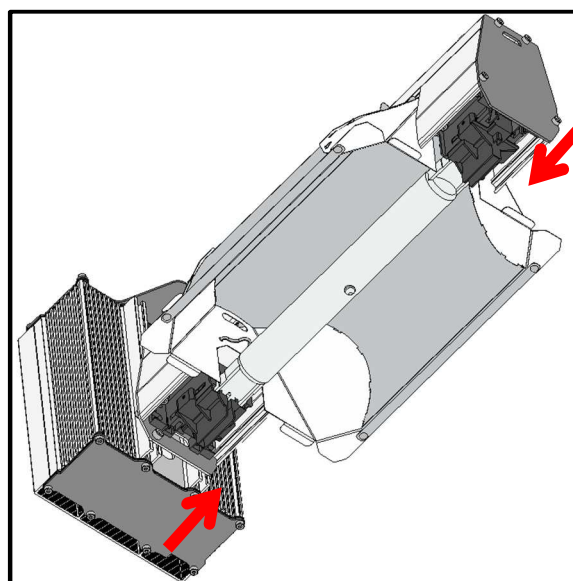

Рисунок 12
- 4) Установите лампу геттером (см.А на рис.12) в сторону отсека ЭПРА (1), стеклянное вакуумное уплотнение лампы должно быть направлено вниз от отражателя (11). Оба гибких проводника лампы должны находиться внутри патрона (10) (см.В на рис.12). Сечение расположения проводника лампы и контакта патрона:
- 5) Придерживая лампу рукой, закройте ползунки патронов (10) до упора в сторону отражателя.